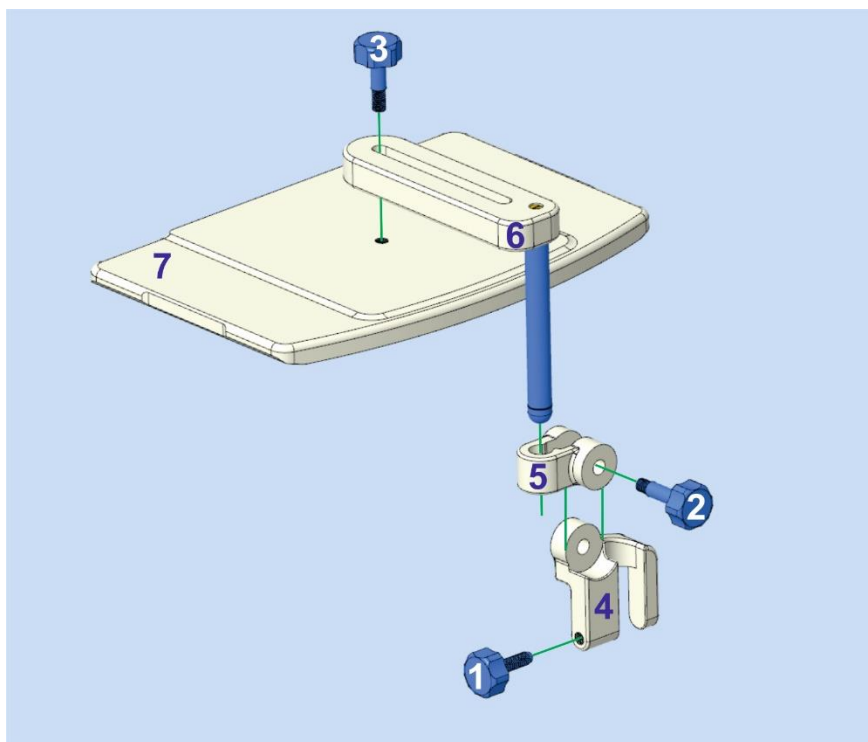

Figura 17: Montagem do ER Coil Support na configuração "Bobina HLD".
- Veja a Figura 17 para detalhes sobre a disposição dos componentes.